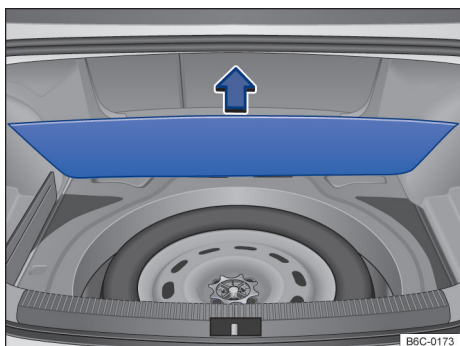

Fig. 121 No compartimento de bagagem, sob o revestimento de assoalho: roda de emergência e ferramentas de bordo.
As ferramentas de bordo e a roda de emergência estão localizadas no compartimento de bagagem, sob o revestimento do assoalho → Fig. 121.
- Levantar o revestimento do compartimento de bagagem → Fig. 121.